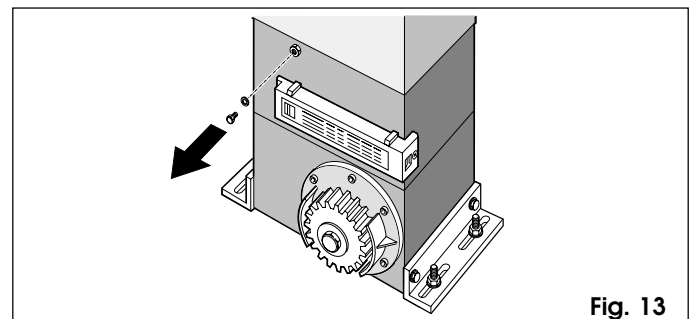

Fig. 13
- 7) Quiten y conserven el tornillo de purga (Fig.13).